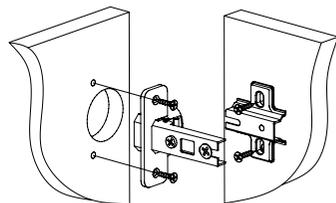

Рис.3
- При помощи шурупов 3,5x16 закрепите петли на дверь (дет. 2 от ИЗ-560), а при помощи евровинтов-ответные планки петель на деталь 2 или 3 (Рис. 3).